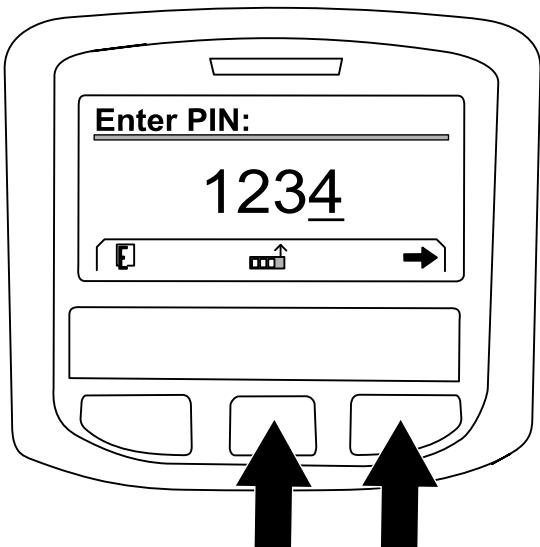

图230
- A. 必要时按中间按钮输入左侧位置的 PIN 代码编号 图230。
- B. 按右按钮可导航至下一 PIN 代码编号位置 图230。
D. 所有 PIN 代码编号都输入后按右按钮 图230 然后